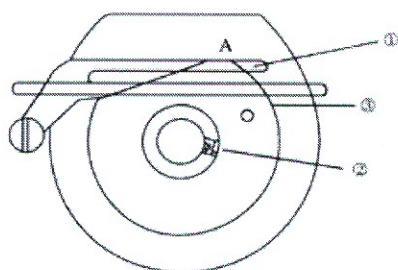

Figura 13
- Quando a agulha está no alto, o ponto A precisa estar alinhado com o guia da chapa 1, conforme a Figura 13.